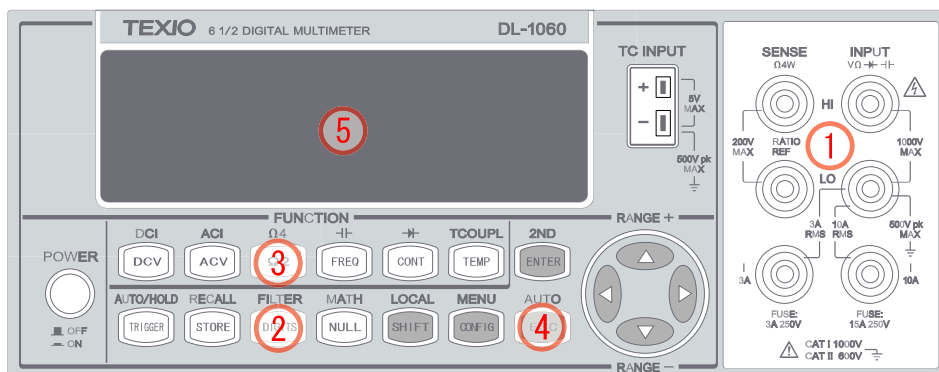
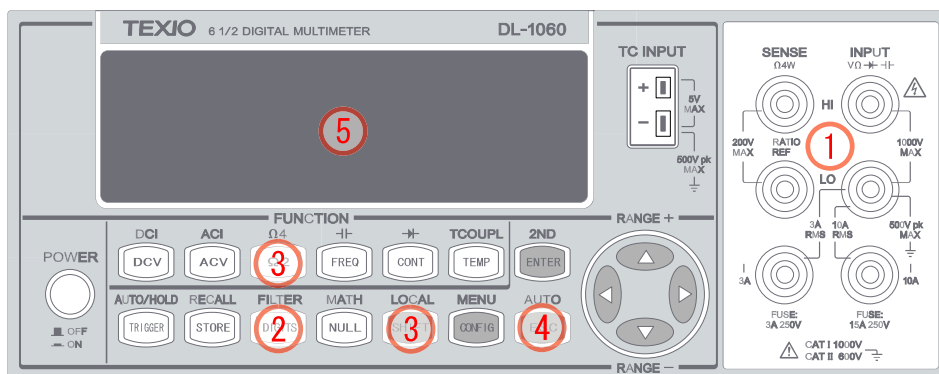

図 2-4
図 2-5
抵抗測定レンジは 100 Ω、1KΩ、10kΩ、100kΩ、1MΩ、10MΩ、100MΩ、感度は 100 Ω レンジで 100 μΩ です。抵抗測定には図 2-4 に示す 2-wire モードと図 2-5 に示す 4-wire モードの二つのモードがあります。4-wire モードでは、1組のテストリードが試験抵抗に流れる電流を測定し、もう1組のテストリードで試験抵抗間の電圧を測定します。その結果、4-wire モードの方が低抵抗をより正確に測定することができます。4-wire モードのデメリットは値が落ち着くまでの時間が長くなることです。
- ① 図 2-4 (2-wire) または図 2-5 (4-wire)に示すように、テストリードを端子に接続します。
- ② 抵抗測定の分解能(3.1.3 参照)を設定してください。初期設定をそのまま使用する場合は、次のステップに進んでください。
- ③ 2-wire 測定を行う際は Ω2 ボタンを、4-wire 測定を行う際は SHIFT+Ω2(Ω4)ボタンを順に押してください。
- ④ AUTO(SHIFT+ESC)ボタンを押してオートレンジ機能を選択するか、△・▽ボタンを押して希望のレンジを選択します。
- ⑤ テストリードを被測定抵抗に接続し、ディスプレイ上に表示される測定値を読み取ります。入力信号が表示可能な範囲を越えた場合、オーバーフロー “OVLD” のメッセージが表示されます。